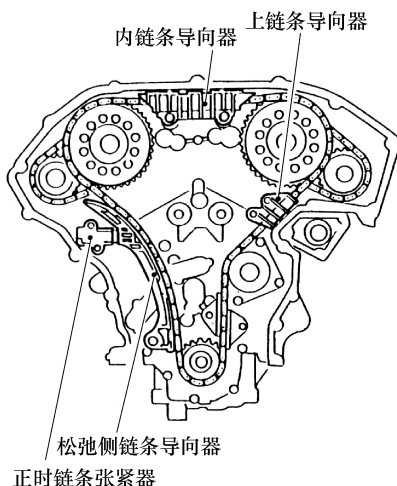

图 3-108 拆下导向器和张紧器
5) 拆下正时链条张紧器和松弛侧链条导向器，如图 3-108 所示。